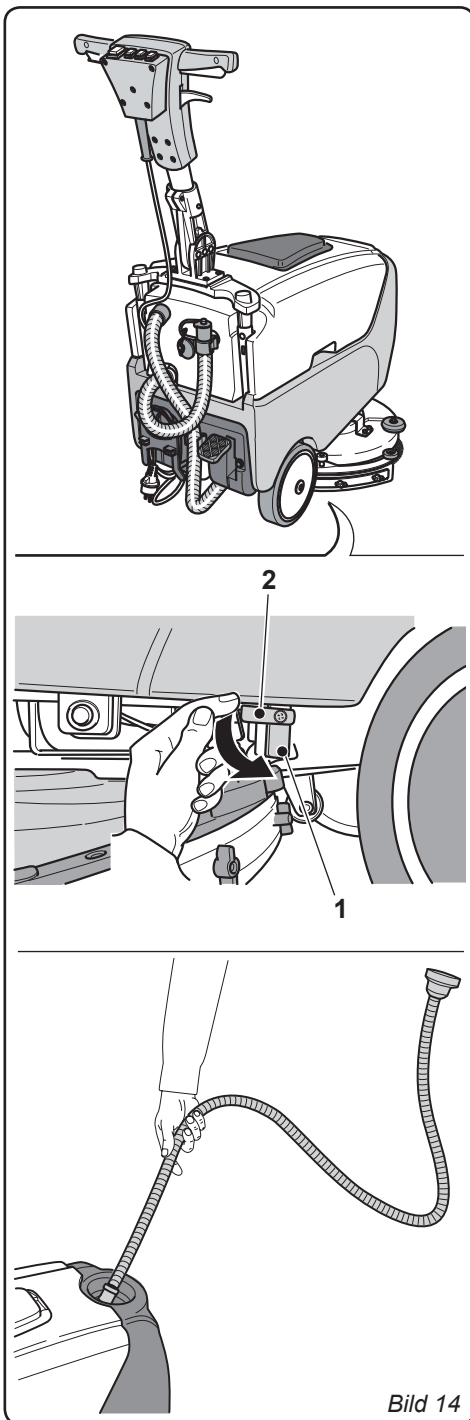

Bild 14
11.1.a - Tömning och rengöring av behållaren med rent vatten (Bild 14)